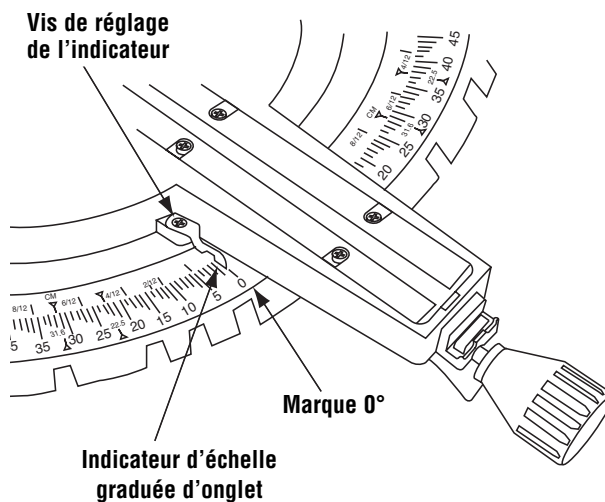

Figure 12. Réglage de l'échelle graduée d'onglet
3. Desserrez la vis à empreinte cruciforme qui tient l'indicateur en place (Figure 12).